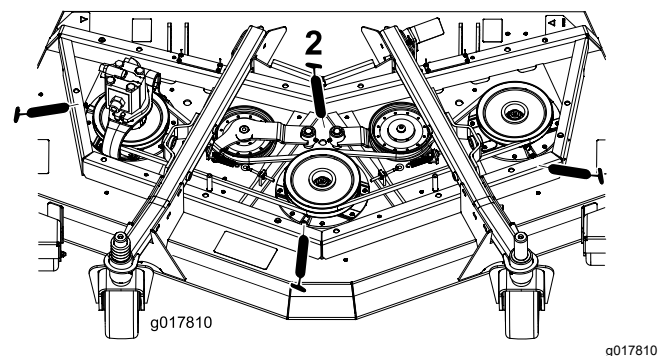

Figura 81
- Três rolamentos do eixo – localizados debaixo da polia (Figura 81)
- Casquilhos da articulação do braço intermédio (Figura 81)